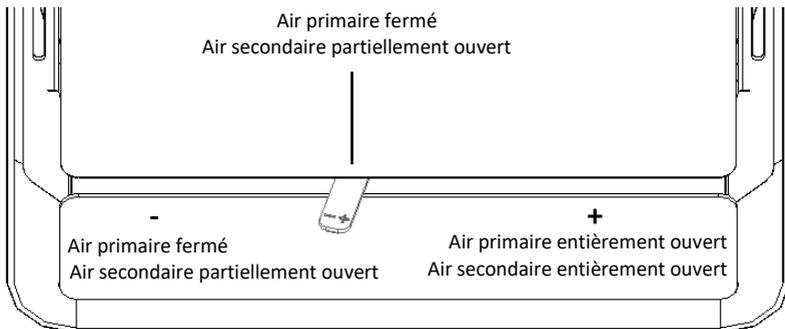

Figure 33 – Régulateur d'air dans la position optimale du point de tir (excepté M12F Eco et M20 Eco)
5. La période d'allumage se termine lorsque la structure de l'équipement a atteint une température stationnaire. Vous devez ensuite fermer la porte et régler l'entrée d'air de combustion pour une combustion lente (sans air primaire), tel qu'illustré à la Figure 33;